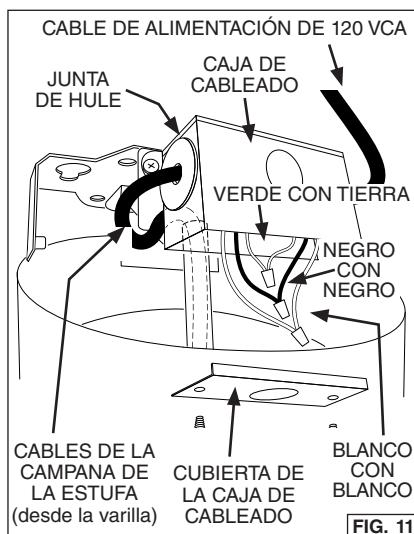
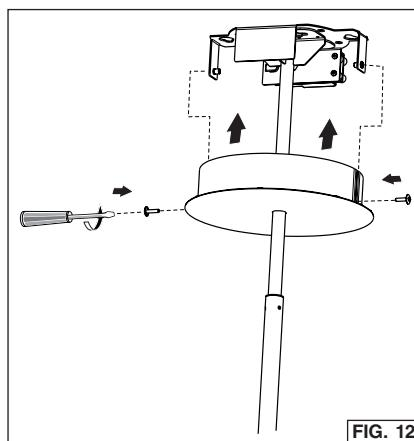

FIG. 11
FIG. 12
2. Quite los dos (2) tornillos de la cubierta de la caja de cableado y retire la cubierta. Fig. 11.
8. Vuelva a colocar la cubierta de la caja de cableado y fíjela con dos (2) tornillos. Asegúrese de que los cables no queden atrapados.
9. Deslice la cubierta de techo decorativa hasta que los orificios queden alineados con los dos (2) orificios del soporte de montaje de la varilla. Fig. 12.
10. Vuelva a colocar y apriete los dos (2) tornillos.